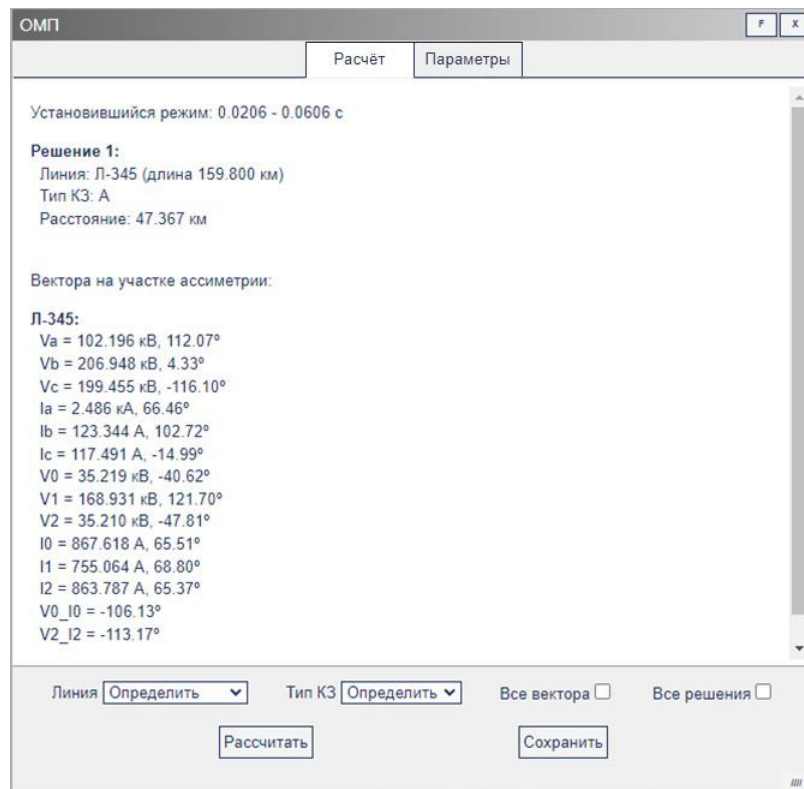

Рисунок 27 – Расчет ОМП
3.5.17.6 После нажатия на кнопку «*Рассчитать*» в окне ОМП выводится расчет (рис. 27).